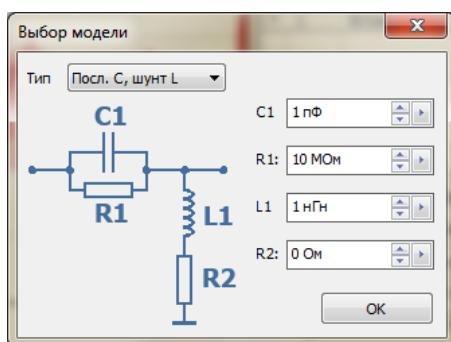

Рисунок 5.22 – Настройка параметрической модели цепи
- «Параметрическая цепь» – параметрическое описание цепи согласно выбранной модели (рисунок 5.22);